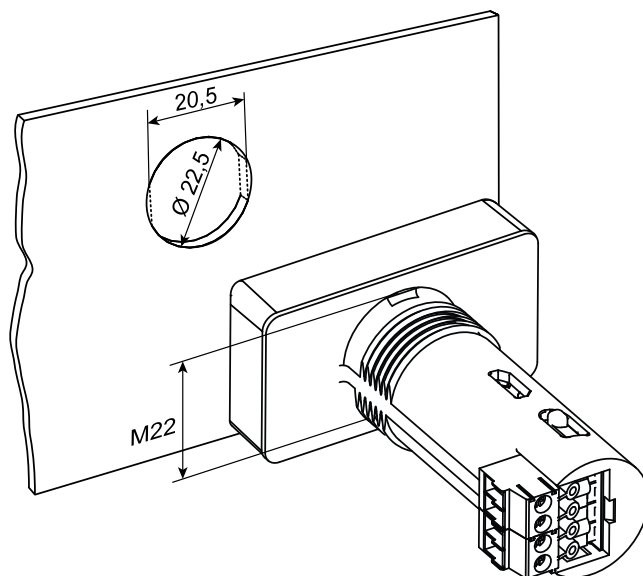

Рисунок 4.2 – Установочные размеры прибора
1. Подготовить в щите круглое отверстие диаметром 22,5 мм (для предотвращения прокручивания прибора отверстие следует выполнить сложной формы, см. рисунок 4.2).